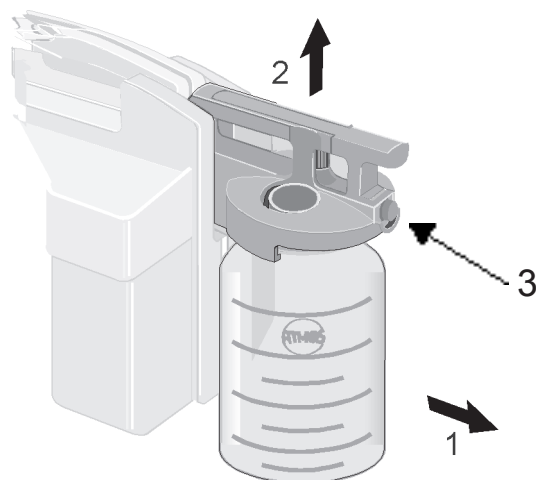

Fig. 42 Extracción del depósito
- Para retirar el depósito de secreciones primero sepárelo un poco del aparato y luego retírelo hacia arriba (Fig. 42)
- Cambie el depósito lleno o bien vacíelo. Para abrir la palanca de cierre pulse el botón de liberación (Fig. 42). Deshágase del líquido aspirado de forma correcta.